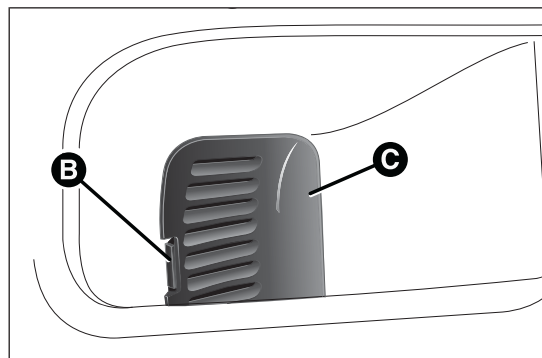

fig. 170
- en agissant sur la languette B fig. 170, retirer le couvercle de protection C (situé sur la partie latérale du coffre) ;